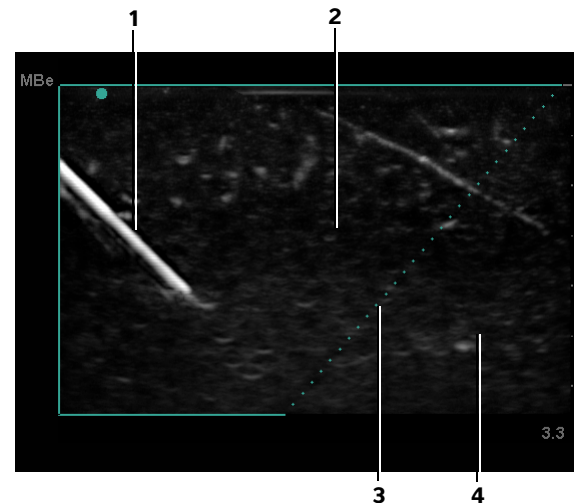

Abbildung 1 Bild mit eingeschalteter MBe-Funktion (linearer Schallkopf):
- Bitte beachten Sie, dass lineare Strukturen nur in dem Teil des Bilds verbessert dargestellt werden, der durch einen Umriss gekennzeichnet ist. Der Bereich außerhalb des Umrisses bleibt unverändert. (Siehe **Abbildung 1** auf Seite 37.)
Nadelführung bei der Positionierung von Kathetern und Nervenblockaden vereinfacht. Der Bereich mit verbesserter Darstellung wird durch einen Umriss mit drei oder vier Seiten gekennzeichnet. (Siehe **Abbildung 1** auf Seite 37.)